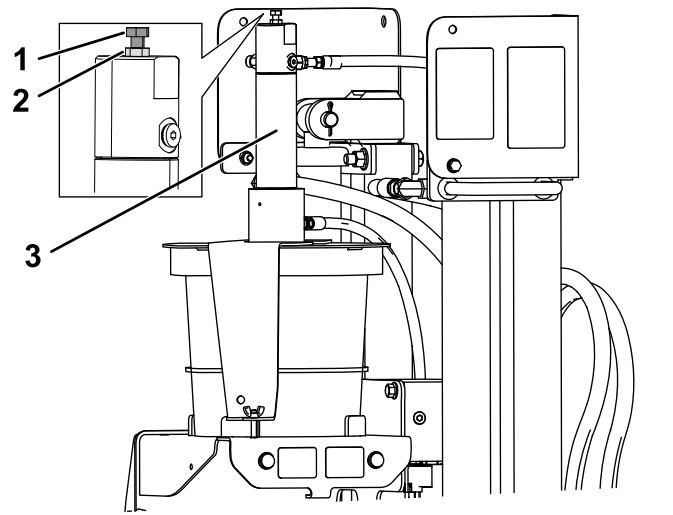

Рисунок 71
- Ослабьте контргайку на регулировочном болте, расположенном на поршне устройства нанесения состава для резьбы (Рисунок 71).